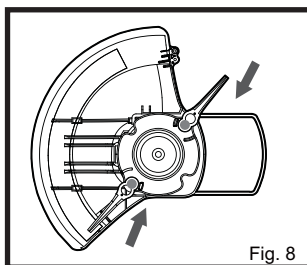

Fig. 8
2. Pour la retirer, inversez la séquence du point précédent. (Fig. 8)